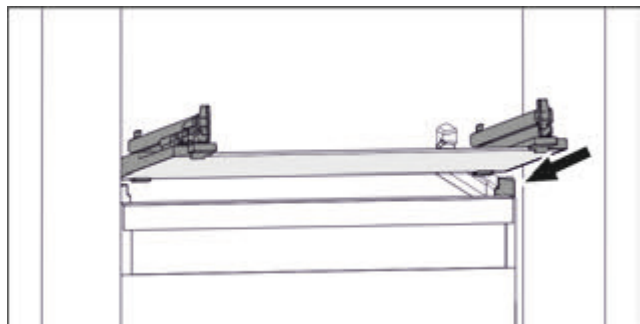

Fig. 74 Приблизне відображення скляної пластини
- ▶ Встановити скляну пластину за стопорами навкосо. (див. Fig. 74)